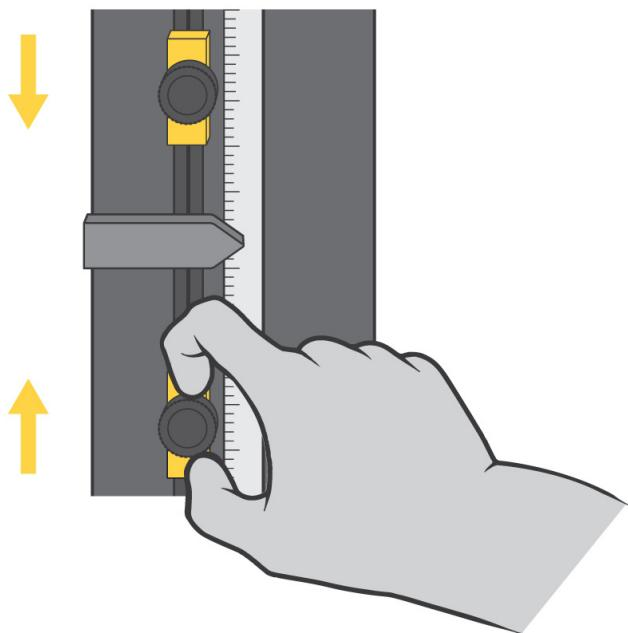

Figura 11. Configuración de las paradas límite
Las paradas límite de la cruceta son dos cierres ajustables montados en la varilla del interruptor del límite, que se encuentra dentro de la columna de la máquina, como se muestra en la Figura 11 en la página 96. Las paradas límite (1 y 2) tienen tornillos que se aprietan y sueltan a mano; se pueden desplazar a cualquier posición de la varilla del límite. Coloque estas paradas justo después de los parámetros del ensayo para evitar el sobrerrecorrido de la cruceta. Cuando la cruceta alcanza el recorrido máximo predefinido, el actuador del interruptor (3) entra en contacto con una de estas paradas.